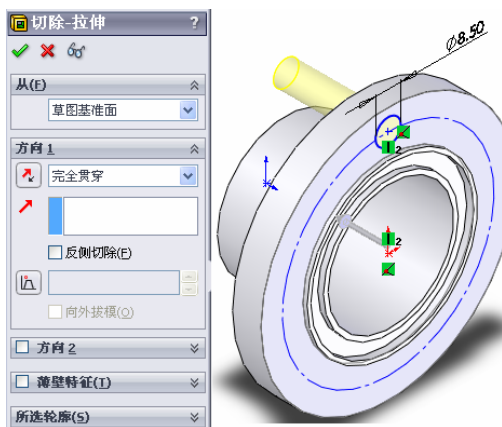

图 4-56 设置拉伸切除参数
- ❹ 标注尺寸。单击智能尺寸按钮，标注圆的直径为 70mm。
- ❺ 绘制圆。单击圆按钮，利用 SolidWorks 的自动跟踪功能绘制一圆，使其圆心落在所绘制的构造圆上并且其 X 坐标为 0，直径为 8.50mm。
⑥ 切除实体。点击拉伸切除按钮，设置拉伸切除的终止条件为完全贯穿；其他选项如图 4-56 所示。点击确认按钮，创建一个法兰螺栓孔。